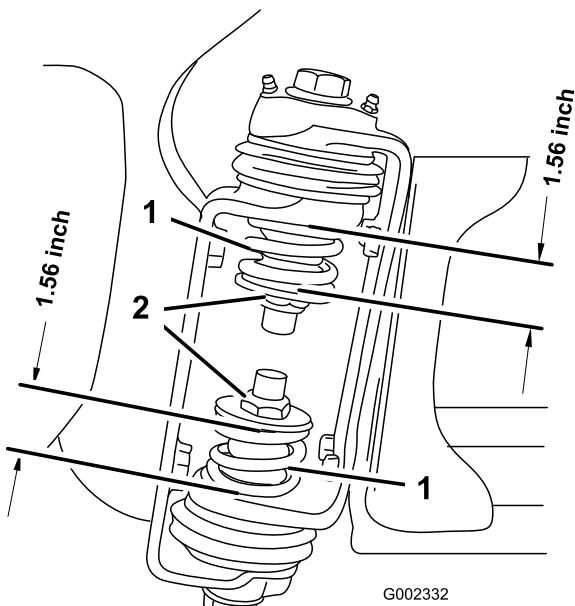

Figura 27
3. En la articulación del brazo, mida la compresión de los muelles superior e inferior, con los brazos en posición extendida (Figura 27).